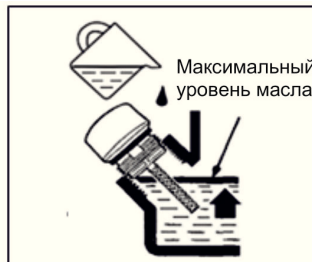

Рис. 4
3. Через маслозаливную горловитну залейте моторное масло в картер двигателя до уровня нижней кромки маслозаливной горловины (рис. 4)